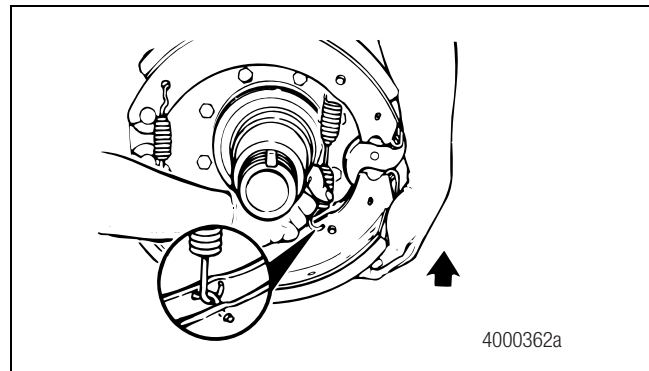

Figura 5.19
3. Gire la zapata inferior del freno hacia adelante. Instale un nuevo resorte de retorno de la zapata con el extremo abierto de los ganchos del resorte apuntando hacia el árbol de levas. Figura 5.19.